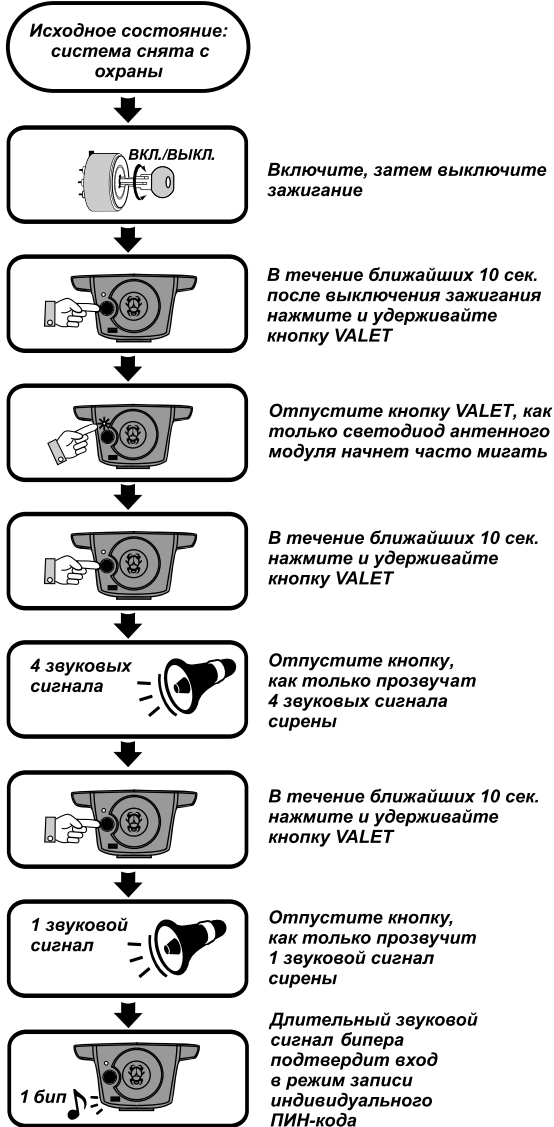

Рис. 17
Для обеспечения высокого уровня защиты необходимо изменить заводское значение (11) на индивидуальный код аварийного снятия системы с охраны. ПИН-код состоит из двух цифр. Каждая цифра персонального кода может иметь значение от «1» до «9». Для входа в меню программирования нового персонального кода выполните действия, изображенные на рис. 17.